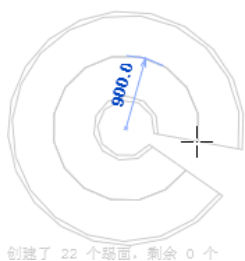

图 12-15 指定中心和半径 (1)
(1) 新建一项目文件。
(2) 单击“建筑”选项卡“构建”面板“楼梯”按钮, 打开“修改|创建楼梯”选项卡和选项栏, 在选项栏中设置“定位线”为“楼梯: 中心”, “偏移”为“0.0”, “实际梯段宽度”为“1500.0”, 并勾选“自动平台”复选框。
(3) 单击“构件”面板中的“梯段”按钮和“全踏步螺旋”按钮, 在绘图区域中指定螺旋梯段的中心点, 移动鼠标指针以指定梯段的半径, 如图 12-15 所示。在绘制时, 将指示梯段边界和达到目标标高所需的完整台阶数。默认情况下, 按逆时针方向创建梯段。